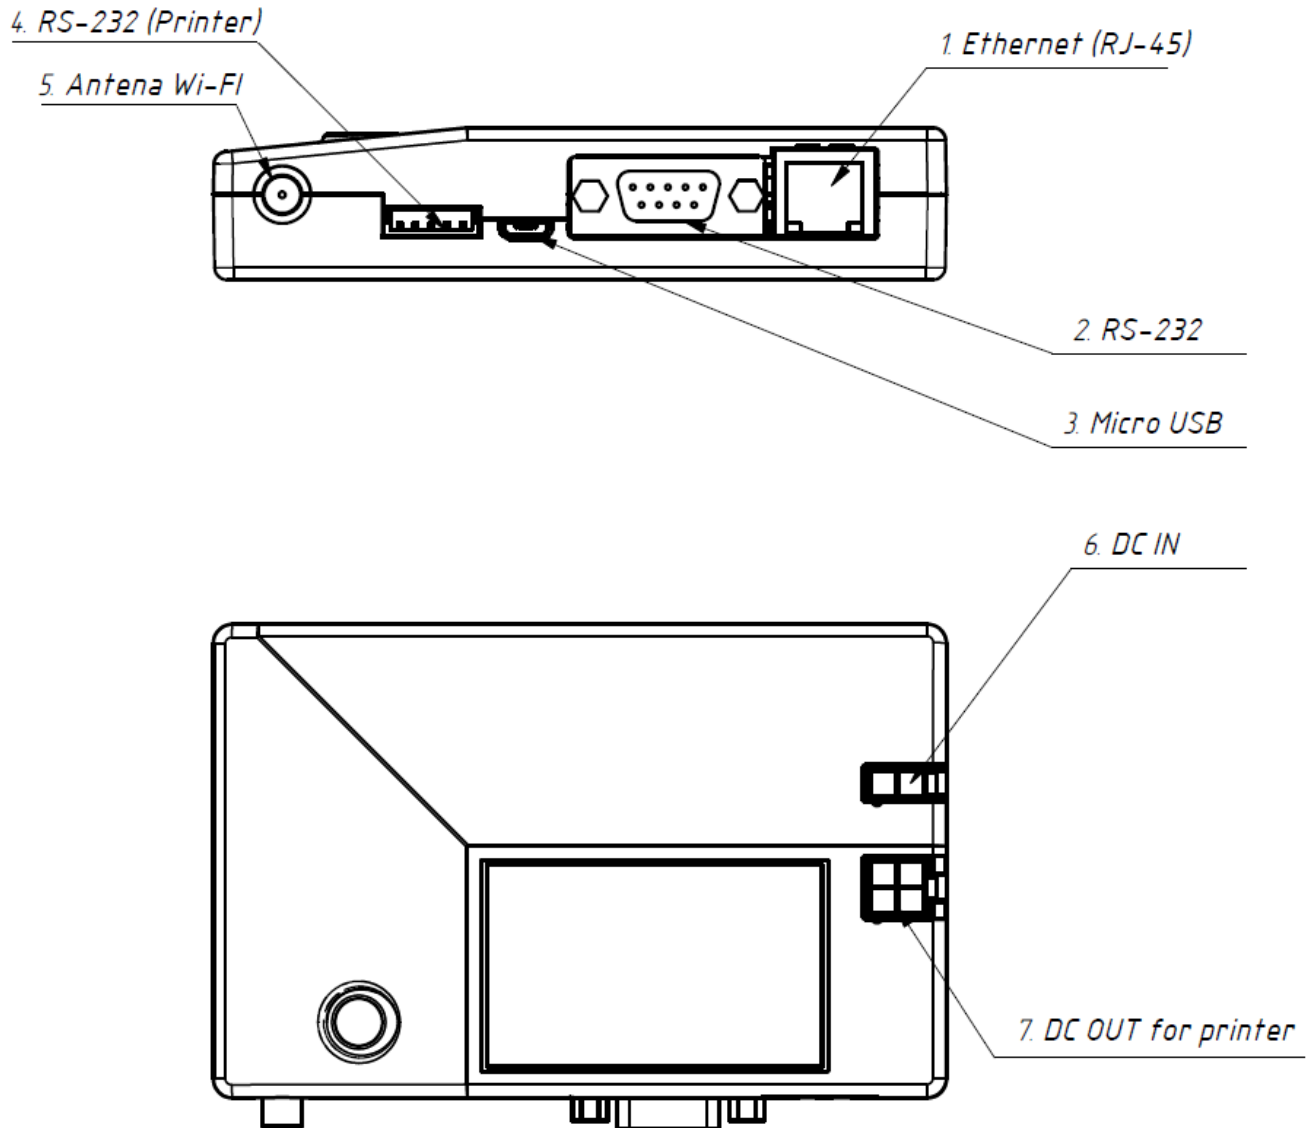

Рисунок 1: Разъемы ККТ «PAYONLINE-01-ФА»
- ✓ Для подключения ККТ «PAYONLINE-01-ФА» к ПК через COM-порт необходимо подсоединить кабель к разъему на интерфейсной панели ККТ (рис.1) и к COM-порту ПК.
- ✓ Для подключения ККТ «PAYONLINE-01-ФА» к ПК через USB-порт необходимо подсоединить кабель к разъему на интерфейсной панели ККТ (рис. 1) и к USB-порту ПК. Кабель COM и USB поставляются в комплекте с ККТ в качестве дополнительной опции.